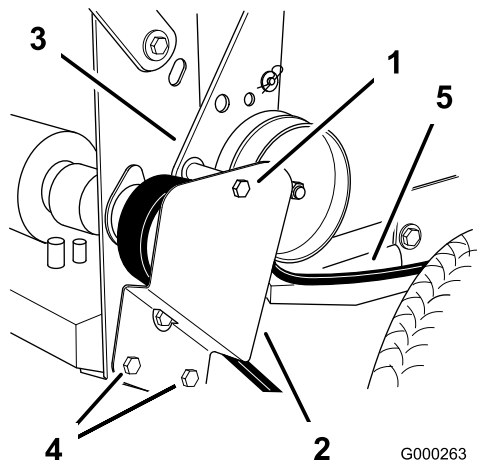

Figura 46
1. Retire el tornillo de caperuza que fija los soportes de la polea tensora al bastidor trasero (Figura 46).
2. Afloje los dos tornillos de montaje inferiores según sea necesario para que la correa pueda pasar entre la polea de transmisión y el soporte de la polea tensora (Figura 46).
5. Coloque el tornillo de caperuza que fija los soportes de la polea tensora al bastidor trasero (Figura 46).
6. Apriete los dos tornillos de montaje inferiores según sea necesario para que la correa pueda pasar entre la polea de transmisión y el soporte de la polea tensora (Figura 46).